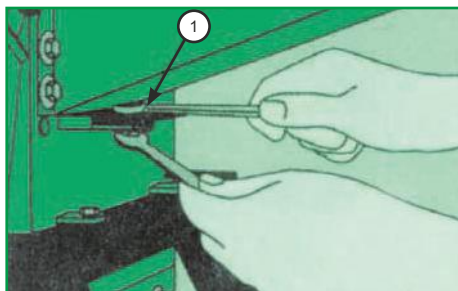
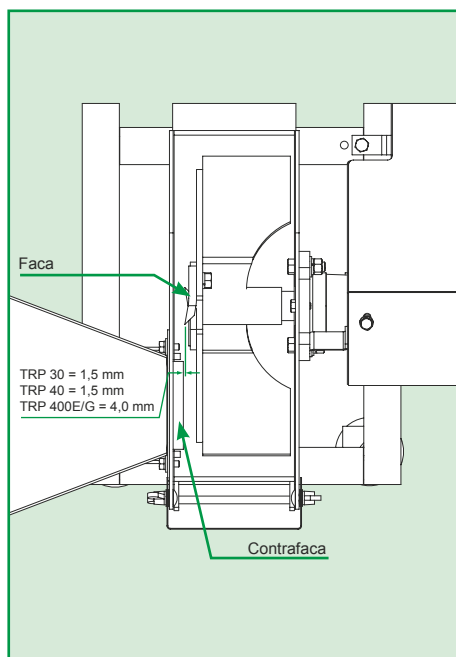

Figura 1
Figura 2
A regulagem é feita soltando-se a porca sextavada (1) conforme a Figura 1 e deslocando-se a contrafaca até que as facas passem a uma distância de aproximadamente 1,5 mm para o TRP 30 e TRP 40 e 4,0 mm para o TRP 400E/G (Figura 2).